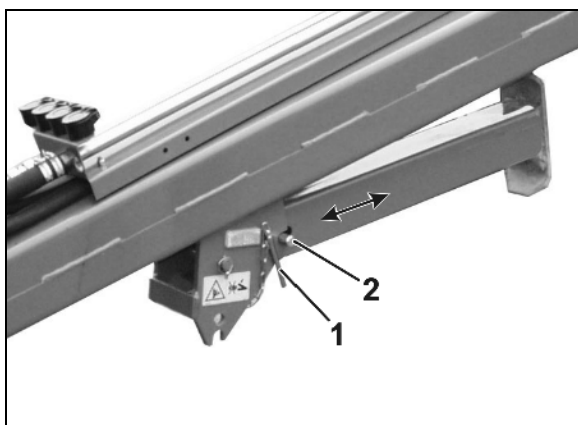

Рис. 75
- Во время транспортировки или эксплуатации опора поднята (Рис. 75).
2. Вытяните палец (Рис. 75/1).
3. Поверните дополнительный фиксатор (Рис. 75/2) и поднимите/опустите опору.